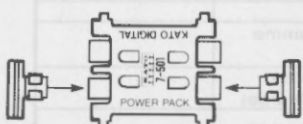

Fig. 2
- ④ Kleben Sie den ALU-Streifen Nr.5 auf die Seite mit den Einkerbungen (Fig.2)
- ⑤ Stecken Sie die Kontaktstreifen für die Innenbeleuchtung in den Spalt zwischen dem Boden und der Inneneinrichtung.
- ⑥ Montieren Sie die kupfernen Steckverbindungen Nr.3 auf Kontaktstreifen.